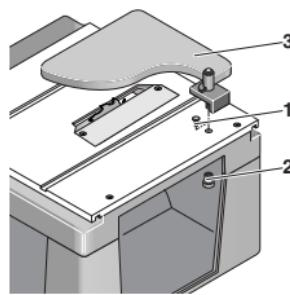

Fig. 2
3. Zum Anschrauben des Schutzdeckels wie in Fig. 2 gezeigt den Kunststoffstopfen entfernen und den Gewindestab durch die Öffnung stecken. Mit der Rändelmutter von unten fixieren.
3. To screw on the protective cover as shown in fig. 2, remove the plastic stopper and insert the threaded bolt through the opening. Fix from below with the knurled nut.
3. Pour visser le couvercle de protection comme indiqué dans la fig. 2, il faut retirer le bouchon en matière plastique et enfoncez les boulons filetés dans l'ouverture. Fixer par le dessous avec l'écrou moleté.
3. Per avvitare il coperchio di protezione come mostrato in fig. 2 togliere il perno in plastica e inserire il perno filettato attraverso l'apertura. Fissare dal basso con il dado zigrinato.